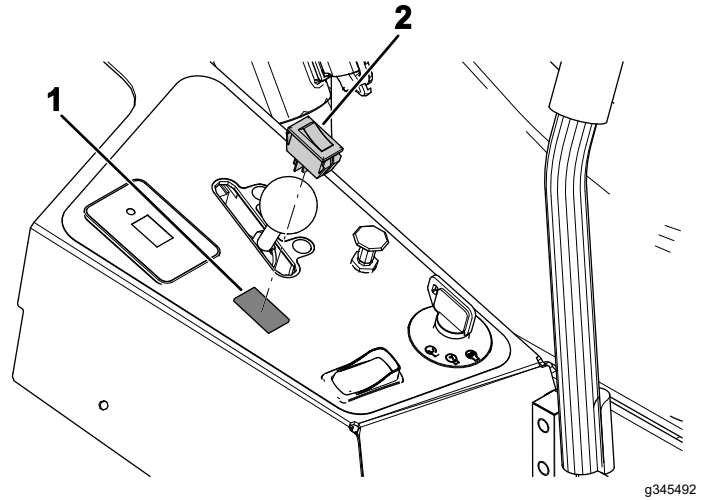

Figura 6
2. Montate l'interruttore a ginocchiera del faro nel pannello di controllo (Figura 6).